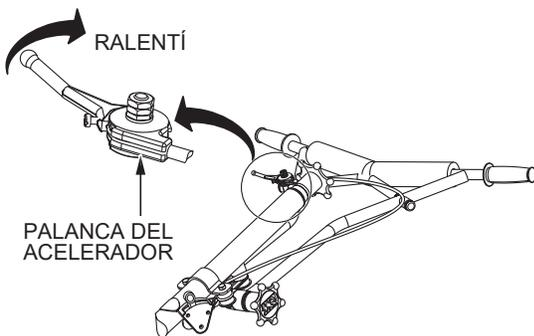

Figura 29. Palanca del acelerador (Ralentí)
3. Ponga la palanca del acelerador en la posición de **RALENTÍ** (Figura 29).